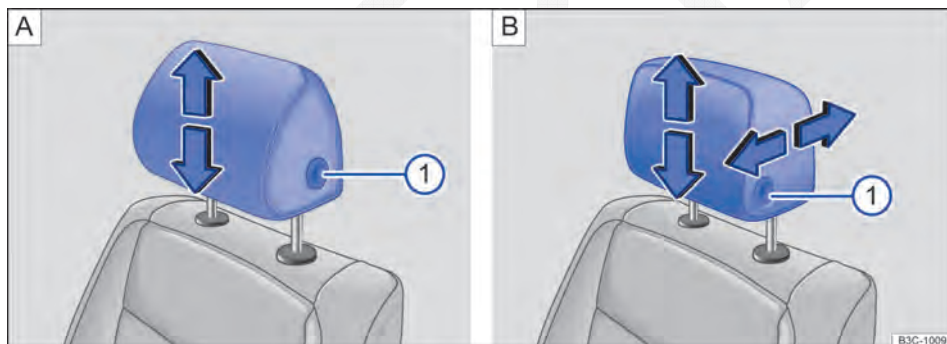
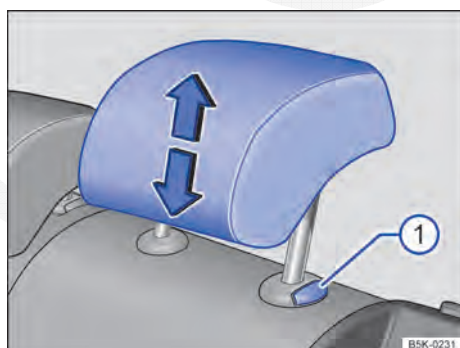

Fig. 62 Ajustar o apoio para cabeça dianteiro: **A** sem possibilidade de ajuste na direção longitudinal, **B** com possibilidade de ajuste na direção longitudinal.
Fig. 63 Ajustar o apoio para cabeça traseiro.
- Empurrar o apoio para cabeça para cima no sentido da seta ou, com o botão → Fig. 62 ① ou → Fig. 63 ① pressionado, empurrar para baixo → .
- Empurrar o apoio para cabeça para frente na direção da seta ou para trás com o botão → Fig. 62 [B] ① pressionado.